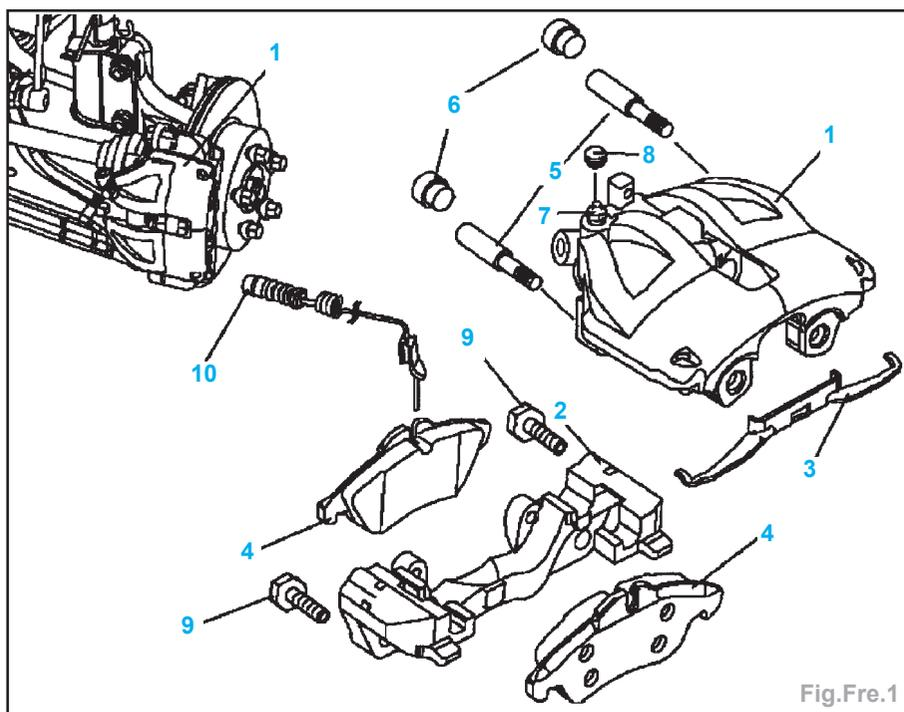

Fig.Fre.1
- Débrancher le capteur du témoin d'usure des plaquettes de frein (10) au niveau du connecteur (Fig.Fre.1).
- Déposer la bride de ressort (3) de l'étrier de frein (1).
- Retirer le capuchon anti-poussière (6) et dévisser l'axe de guidage (5) de l'étrier de frein (1).
- Déposer l'étrier de frein (1) et le fixer au passage de roue avec un fil métallique.
- Débrancher le flexible de frein de l'étrier (1) (Fig.Fre.1).